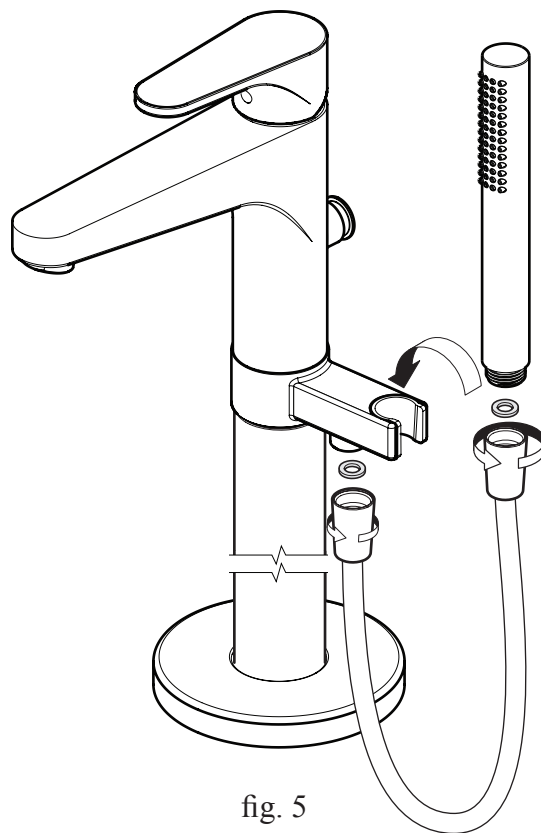

fig. 5
*Remarque* : Vérifier que les **rondelles de caoutchouc** sont en position à chaque extrémité du **boyau** avant de faire les raccordements (fig. 5).
Visser une extrémité du **boyau** sur le **raccord de boyau** sous le **corps du robinet**. Visser l'autre extrémité du **boyau** à la **douchette** et mettre la **douchette** en position sur la pièce de transfert autoportante (fig. 5).
*Comment* : Make sure the **rubber washers** are in position in each end of the **hose** before connecting it to the **faucet** and the **handshower** (fig. 5).
Screw one end of the **hose** to the **hose connector** under the **faucet body**. Screw the other end of the **hose** to the **handshower** and install the **handshower** on the **faucet body** (fig. 5).